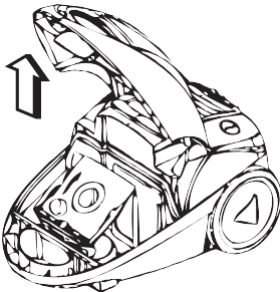
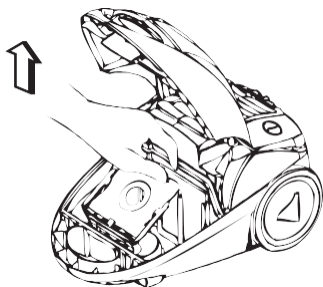

Abbildung 10
Abbildung 11
1. Sobald die Anzeige „Staubbeutel voll“ durch roten Indikator sichtbar anzeigt, sollte der Staubbeutel ersetzt werden siehe Abbildung 10.
3. Öffnen Sie den Deckel, indem Sie den Deckelöffner für den Staubsaugerbeutel nach oben ziehen. Entfernen Sie den Staubsaugerbeutel, siehe Abbildung 10. Ziehen Sie den Halter die Halterung des Einblasfilters, die sich hinter dem Staubsaugerbeutel befindet, heraus, siehe Abbildung 11.